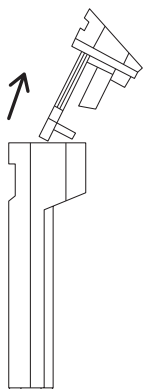
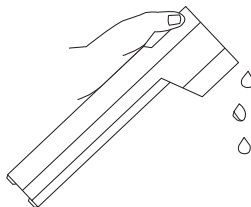

Рис. 2
Рис. 3
- Снимите крышку контейнера для грязной воды (Рис. 2) и утилизируйте содержимое контейнера (Рис. 3).